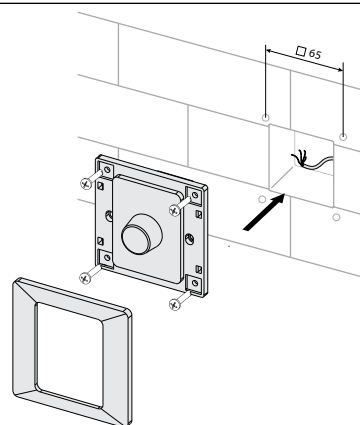

Рис. 5. Монтаж переключателя скоростей
**Монтаж переключателя скоростей CDP-3/5 (Рис.5):**